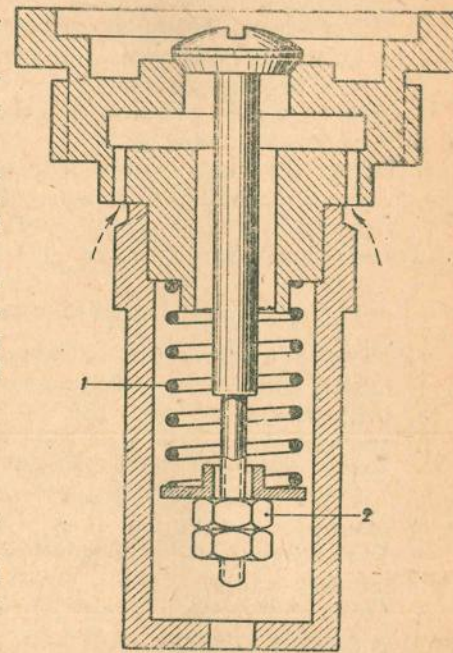

Рис. 39. Паровой клапан
6. При установке парового клапана проверить надежность стопорения регулировочной гайки 2 (рис. 39), пружины 1, парового клапана и качество резиновой прокладки под буртиком корпуса клапана.